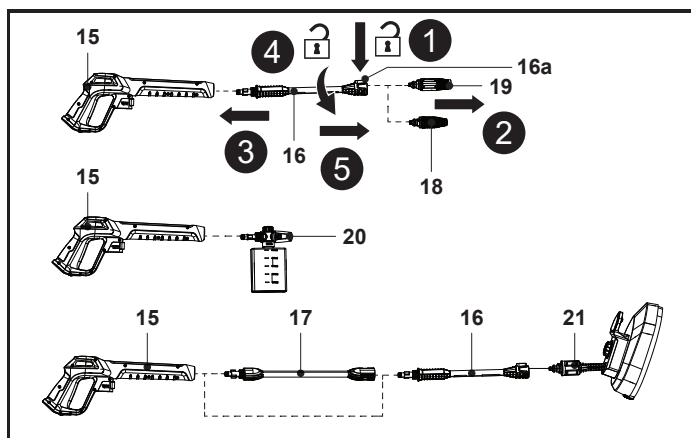

Fig. 6
6. Para desligar o bocal, prima o botão de bloqueio (16a) e mantenha-o premido e, em seguida, puxe para fora o bocal montado (Fig. 6, passos 1, 2). Volte a instalar o bocal necessário.
7. Para desligar a lança de extensão (16), empurre-a e rode-a para a esquerda para a remover (Fig. 6, passos 3, 4, 5).
8. Para desligar o bocal do recipiente de detergente (20) ou o cabo extensor (17) da pistola de pulverização (15), empurre-o e rode-o para a esquerda para o remover. Volte a instalar um acessório da pistola de pulverização necessário.